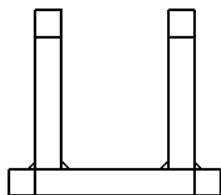

图 9.2.3 创建左视图
(1) 选取要投影的视图。选取主视图为要投影的视图。
(2) 选择命令。选择下拉菜单 **插入(I)** → **工程图视图(V)** →  **投影视图(P)** 命令, 系统弹出“投影视图”对话框, 且在图形区显示投影视图预览。
(3) 在系统的提示下, 在主视图的右侧单击, 生成的左视图如图 9.2.3 所示。